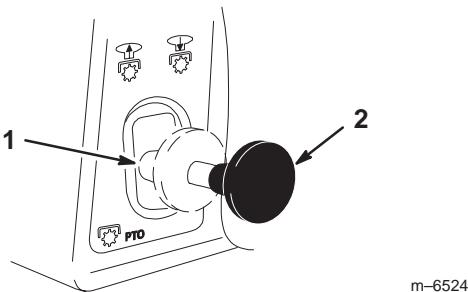

Figure 19
2. Tirez la commande de prise de force (PDF) en position engagée (Fig. 19).
1. Poussez la commande de prise de force (PDF) en position désengagée (Fig. 19).